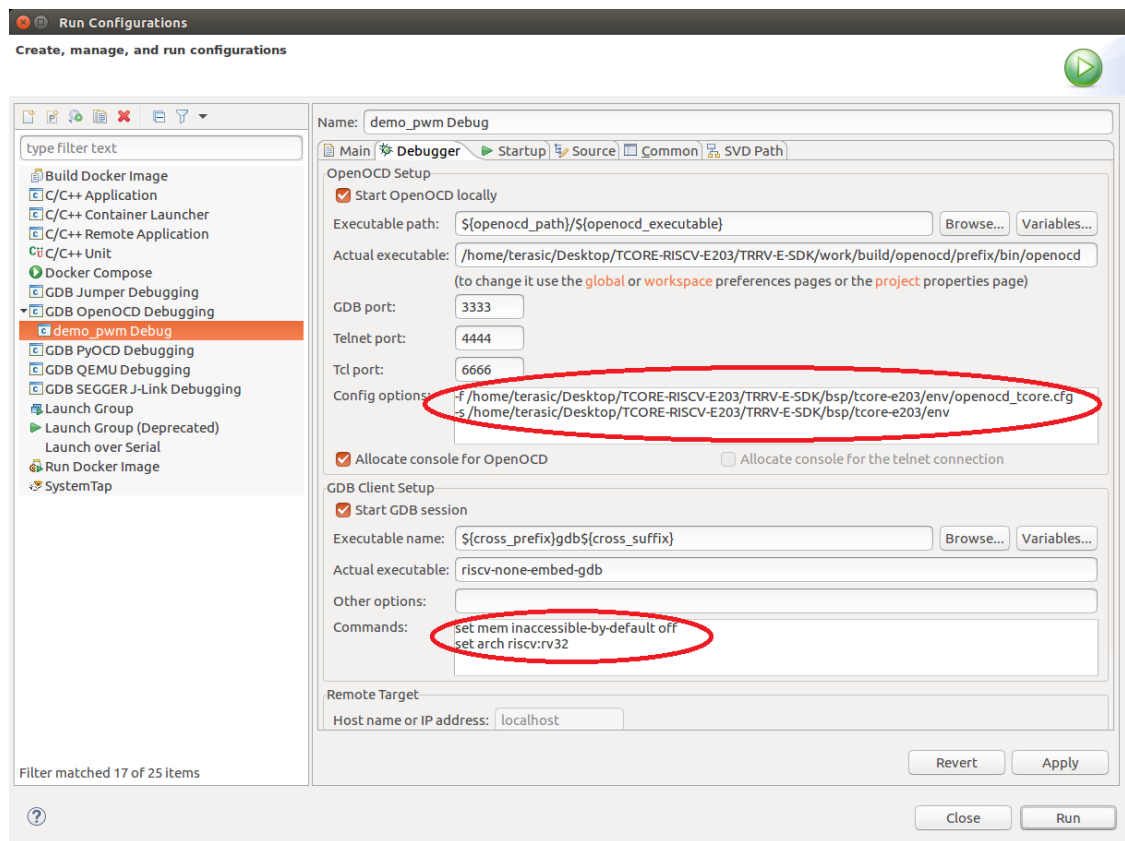

图4.2.16 运行配置
2. 选中 demo\_pwm 工程，右键点击 Run As -> Run Configurations..., 双击 GDB OpenOCD Debugging 会出现如图 4.2.16 所示的 demo\_pwm Debug 界面，在 Config options 中添加 "-f /home/terasic/Desktop/TCORE-RISC-V-E203/TRRV-E-SDK/bsp/tcore-e203/env/openocd\_tcore.cfg" 和 "-s /home/terasic/Desktop/TCORE-RISC-V-E203/TRRV-E-SDK/bsp/tcore-e203/env/"，在 Commands 中添加 "set arch riscv:rv32"，点击 Run 运行 demo\_pwm 工程。